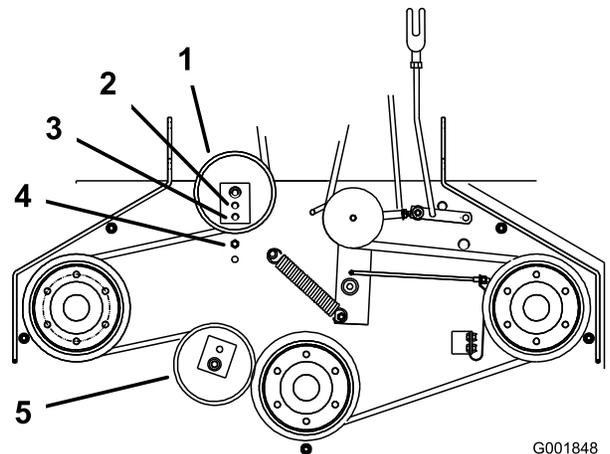

Figura 44
6. Si no es posible ajustar más el tensor y la correa todavía está floja, coloque la polea tensora trasera en el taladro central o delantero (Figura 44). Utilice el taladro que permita un ajuste correcto.
7. Cuando se cambia de posición la polea tensora, será necesario cambiar también la guía de la correa. Mueva la guía de la correa a la posición delantera (Figura 44).